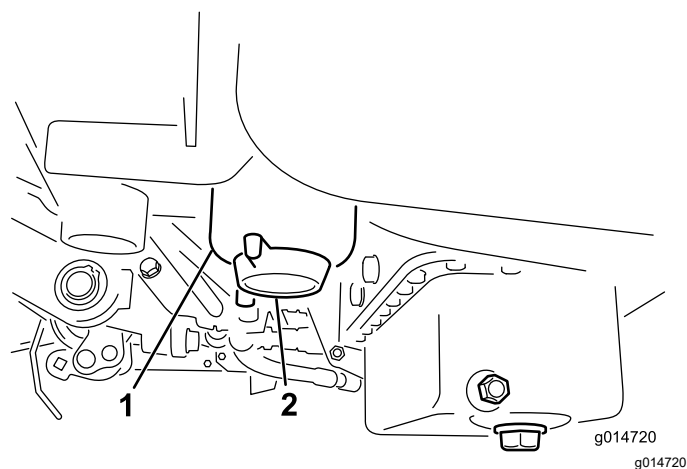

Bild 40
2. Reinigen Sie den Anbaubereich der Filterglocke (Bild 40).
4. Öffnen Sie die Filterablassschraube (Bild 40).